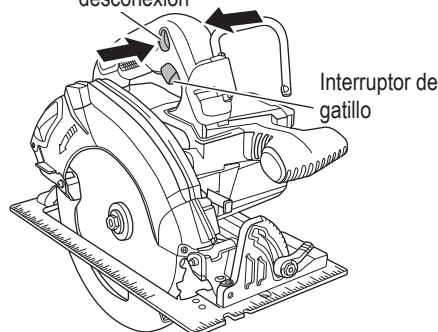

Fig. 23
5. Funcionamiento del interruptor (Fig. 23)